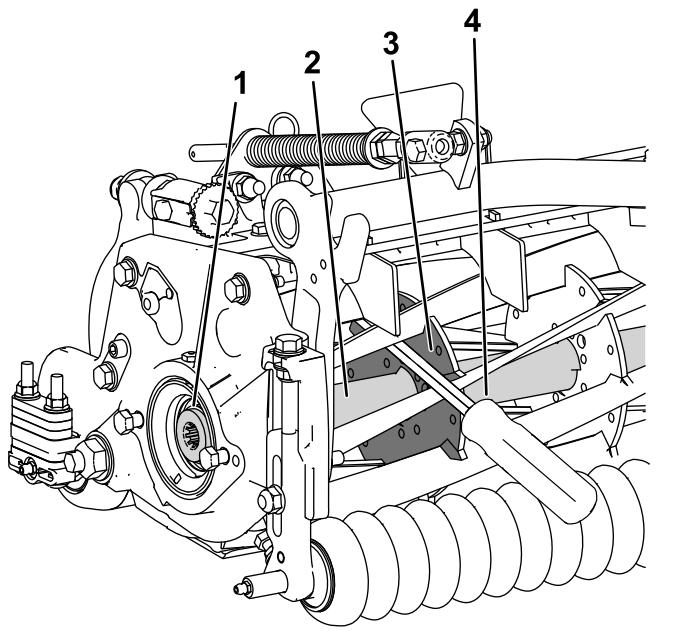

図 38
1. 長い柄のバール 9 mm x 30 cm 程度のドライバータイプのもの。握りのついているものがよいを用意する。バールは、トルク作業を行う側に近い側で、リールの前から差し込むようする図 38。
2. リール補強版の溶接側からバールを入れる図 38 と、